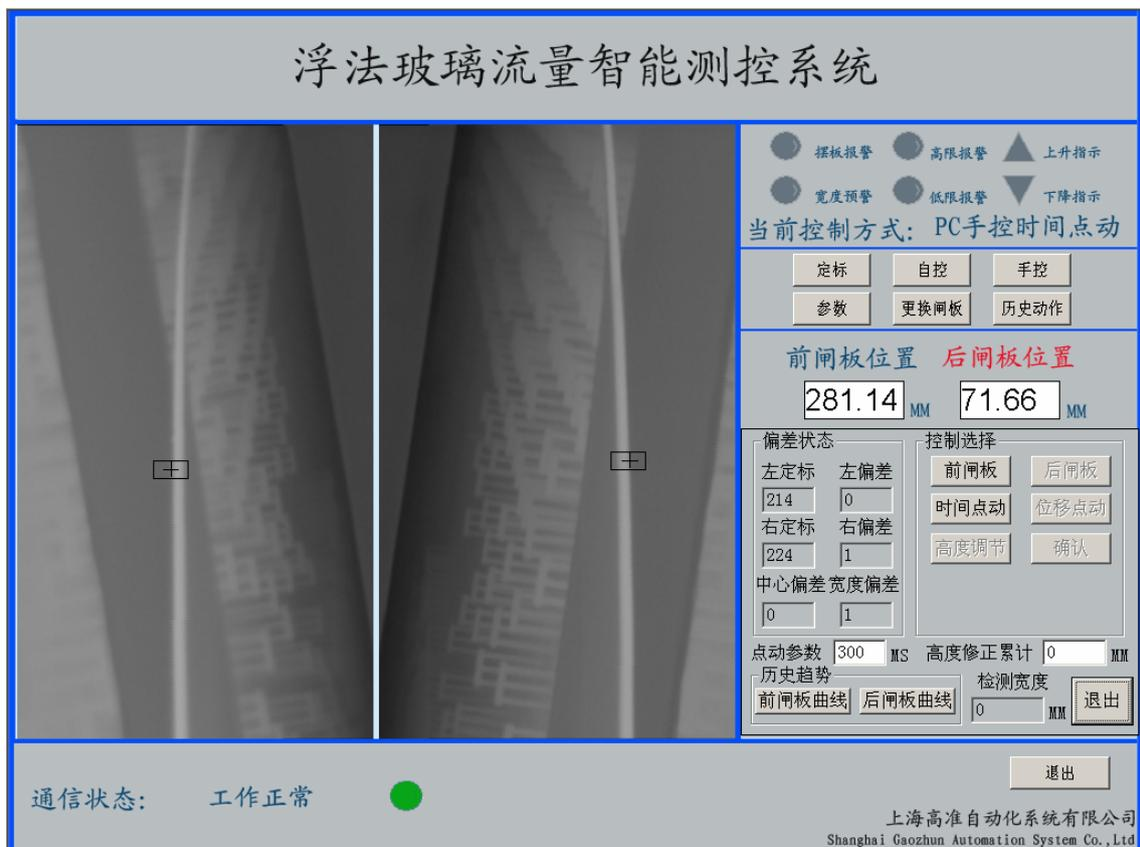

图9 手控界面
5.5、当用鼠标左键单击“手控”按钮以后，出现界面如图9所示：